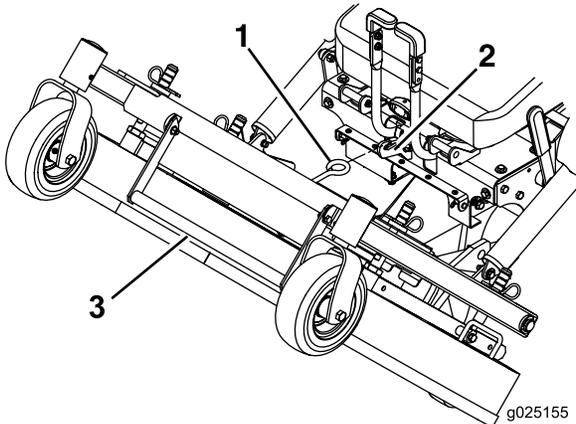

Bild 12
6. Heben Sie das Mähwerk mit dem Hubhebel des Mähwerks an und arretieren es in der angehobenen Stellung (Riegel befindet sich vorne in der Mitte des Sitzes), wie in Bild 12 abgebildet.
1. Halten Sie den Hubhebel des Mähwerks fest, haken Sie den Riegel des Mähwerks von der Maschine aus und senken das Mähwerk langsam auf den Boden ab (Bild 12).